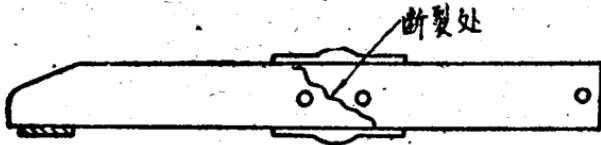

图 1
②側板在运转的打击中，往往在投梭鼻中間慢慢地断裂，因而投梭时側板发軟，造成投梭力不足而軋梭。断裂的情况如图1所示。